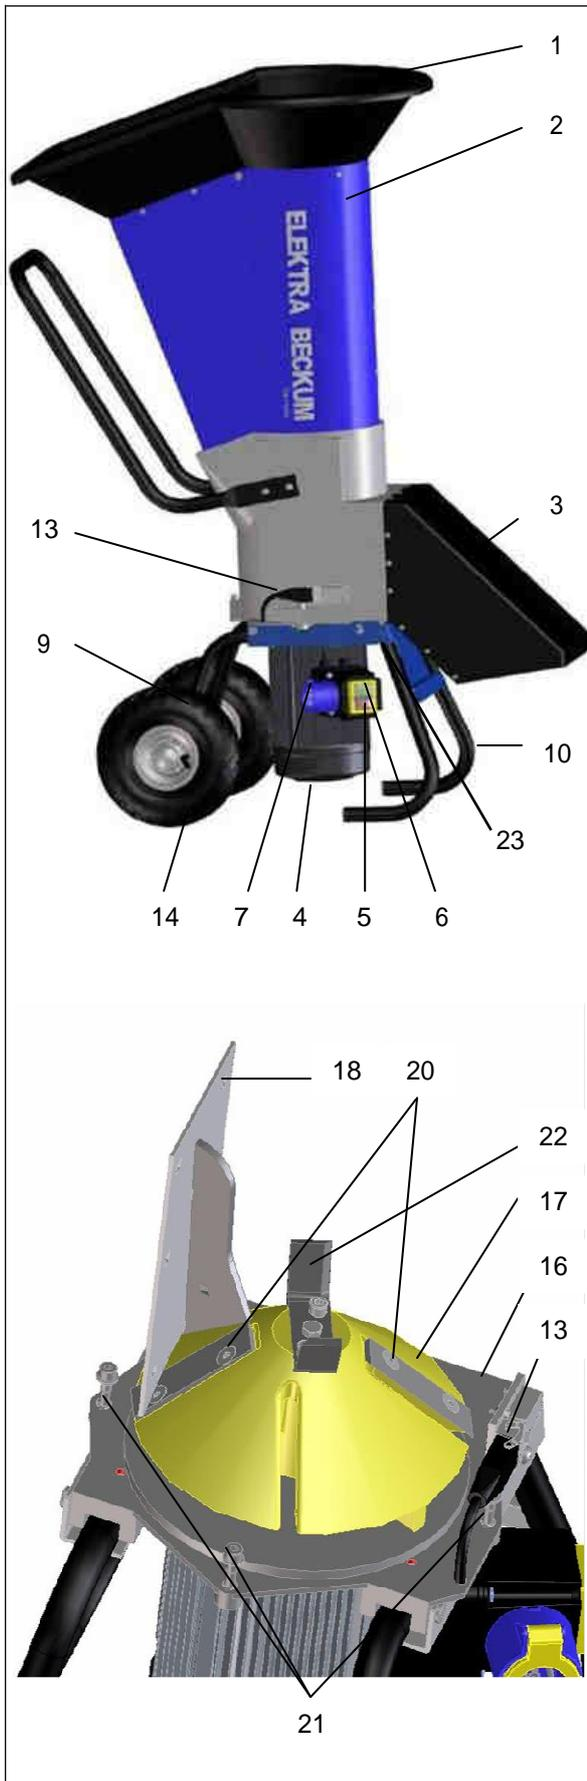

Bild 1: Wichtige Bestandteile des Häckslers
Die in Bild 1 dargestellten Bauteile haben folgende Funktion:
- Keine nasse Erde in den Einfüllzylinder (→ Bild 1, [2]) geben!
- Kein Material, das härter als Holz ist (z. B. Glas, Metall, Stein), in den Einfüllzylinder (→ Bild 1, [2]) geben!
① Achten Sie darauf, dass der Häcksler auf einer ausreichend ebenen Fläche steht und die Räder, wie auch die vorderen Stützen, einen festen Stand haben.
• Den Häcksler nur mit fest montiertem Einfülltrichter (→Bild 1, [1]) und Einfüllzylinder (→Bild 1, [2]) in Betrieb nehmen. Kontrollieren Sie den festen Sitz der Schrauben (→Bild 1, [21]).
• Die Wiederanlaufsperr (→Bild 1, [13]) nicht demontieren oder untauglich machen.
• Wenn der Motor eingeschaltet ist, niemals in den Einfüllzylinder (→Bild 1, [2]) hineingreifen oder schauen.
• Wenn der Motor eingeschaltet ist, niemals in den Auswurf (→Bild 1, [3]) hineingreifen oder schauen.
2. Für den Netzanschluss (→ Bild 1, [7]) ein geeignetes Netzkabel bereithalten, z. B. Gummi-Verlängerungsleitung (→ Abschnitt 7.).
- Der Einfüllzylinder (→ Bild 1, [2]) ist mit allen 3 Schrauben (→ Bild 1, [21]) fest montiert.
- Im Einfüllzylinder (→ Bild 1, [2]) befindet sich kein Material. Der Motor kann frei drehen.
3. Richtung des Auswurfs (→ Bild 1, [3]) so wählen, dass das zerkleinerte Material problemlos ausgeworfen werden kann und keine Gefährdung darstellt.